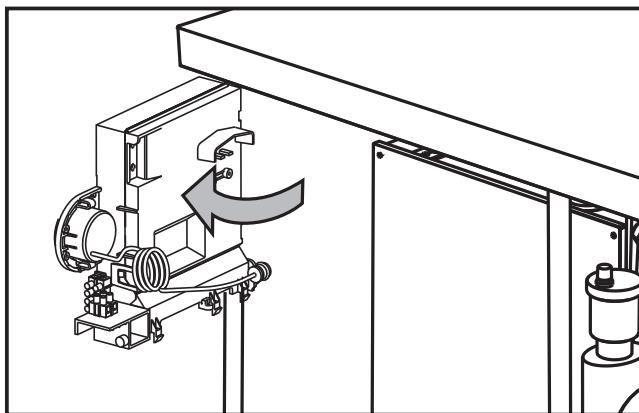

fig. 21
3. Svitare le vite e ruotare il pannello comandi (vedi fig. 21).